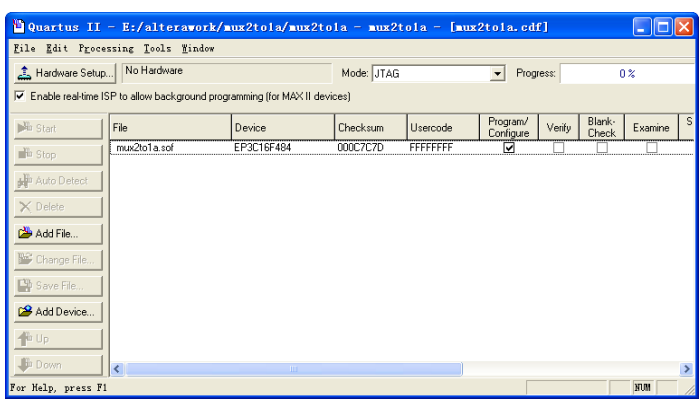
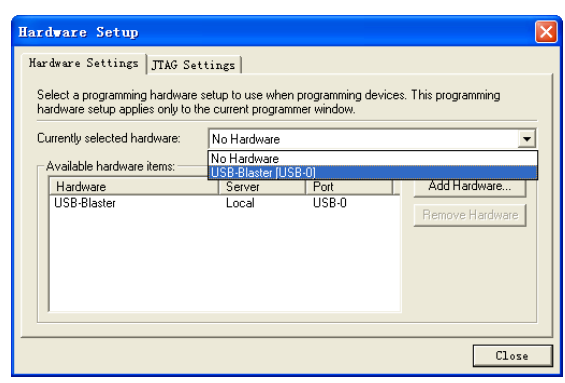

图37 编程器对话框
图38 硬件设置对话框
执行【Tools/Programmer】或点击工具栏图标，弹出如图37所示的编程器对话框。在Mode下拉菜单中选择JTAG编程模式，然后单击Hardware Setup按钮设置下载接口方式，
如图38所示在弹出菜单中双击选择USB-Blaster，选择完成后单击【Close】按钮。
(3) 采用DE0板上的FPGA器件作为目标器件，将目标文件(*.sof)写入到FPGA器件的步骤：
- c. 运行Quartus II软件，执行【Tools/Programmer】或点击工具栏图标，弹出如图37所示的编程器对话框。执行—Edit\Hardware Setup\菜单命令或点击工具栏按钮，弹出如图38所示的硬件设置对话框。在—Currently selected hardware:下拉选项中，选取—USB-Blaster [USB-0]选项。